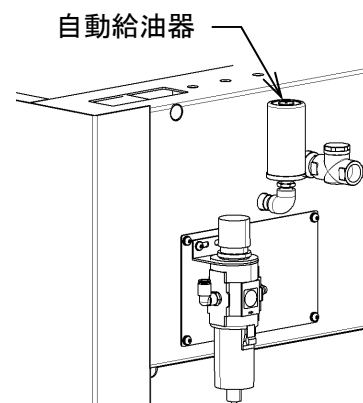

図 8-3
く置き、オイルの吐出を確認します。(図 8-3)
- ⑤ 機械の給脂箇所にて手でねじ込み取り付けます。(図 8-3)
- ⑥ 約 6 ヶ月間使用可能ですが、6 ヶ月間の使用を保証するもの